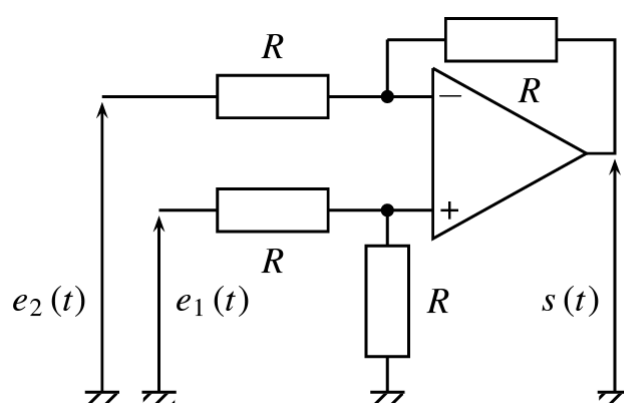

FIGURE 2 – Schéma du soustracteur de tensions.
2.1. Dans le montage de la figure 2, trouver l'expression de s en fonction de e_1 et e_2 .